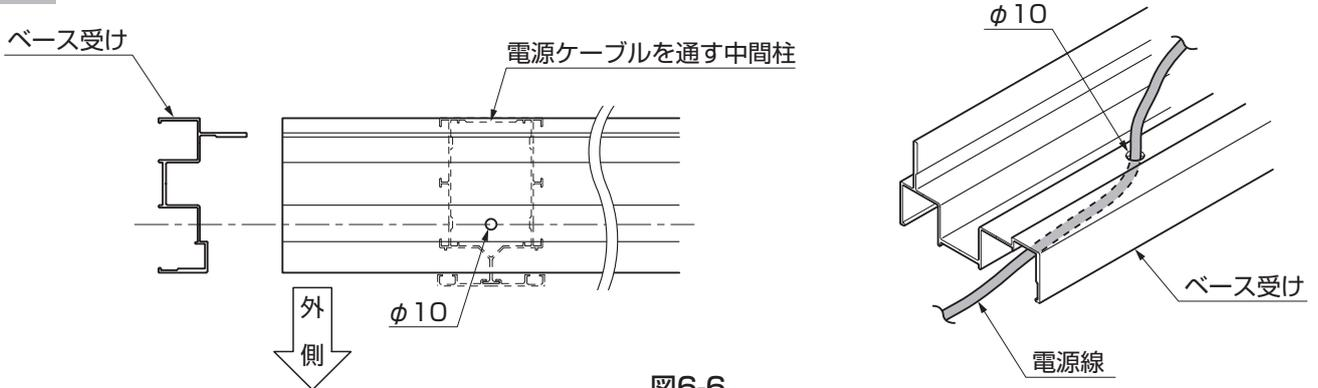

図6-6
- LED照明 **オプション** を取付ける場合は、「**5 本体の施工** 2. 配線工事 **オプション**」を参照して、電源ケーブルを通す中間柱取付け位置のベース受けに、φ10の穴をあけ、電源ケーブルをとりまわしてください。(図6-6参照)